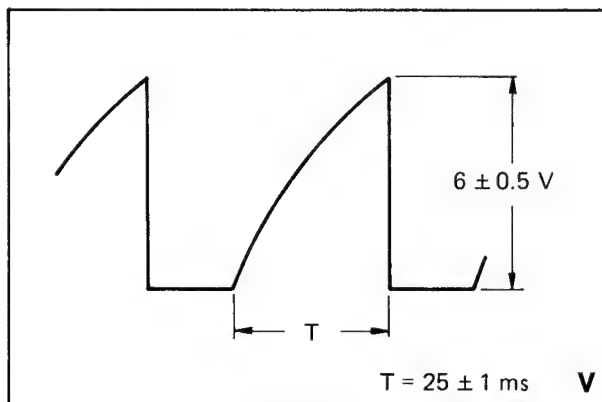

Bild 3-17
3. Tastkopf an TP 7 auf der Servo 1-Platte und mit R 66  $T = 25 \text{ ms}$  einstellen (Bild 3-17).